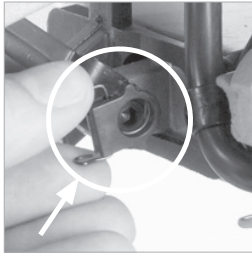

Abb. 42
- Ersetzen Sie den Schutzvorrichtungshebel und den Halteclip. **(Abb. 42)**